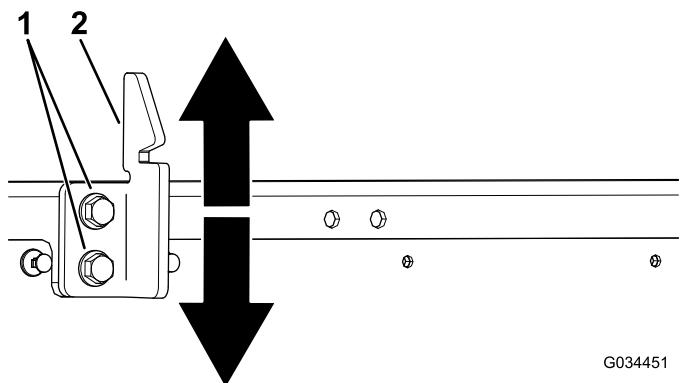

図 9
4. 荷台のラッチストライカのボルト2本をゆるめて、ストライカの上下位置を調整する図9。
5. ラッチストライカのボルト2本を締め付ける図9。